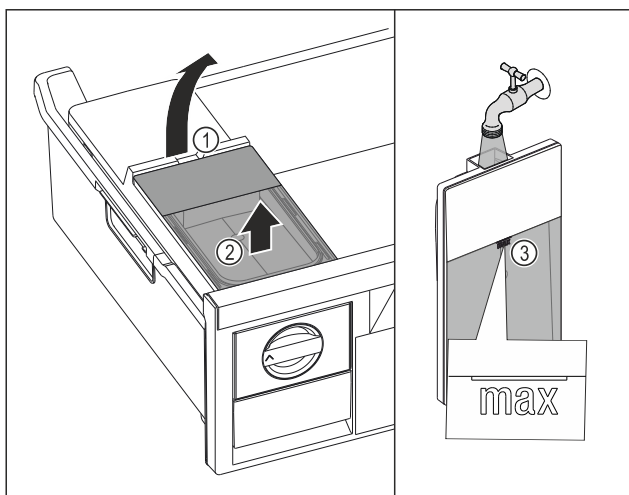

Fig. 180
- Повдигнете резервоара за вода при прореза Fig. 180 (1).
- Извадете резервоара за вода нагоре. Fig. 180 (2)
- Напълнете резервоара за вода до маркировката Fig. 180 (3) с питейна вода.